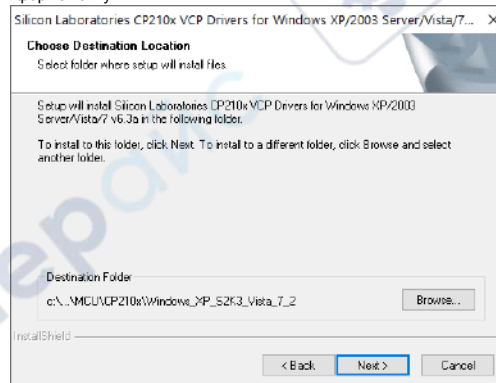

Рисунок 4 – Экранная форма выбора папки для установки драйвера
4. В появившемся окне (рисунок 4) пользователю предлагается установить драйвер в указанную в форме папку.